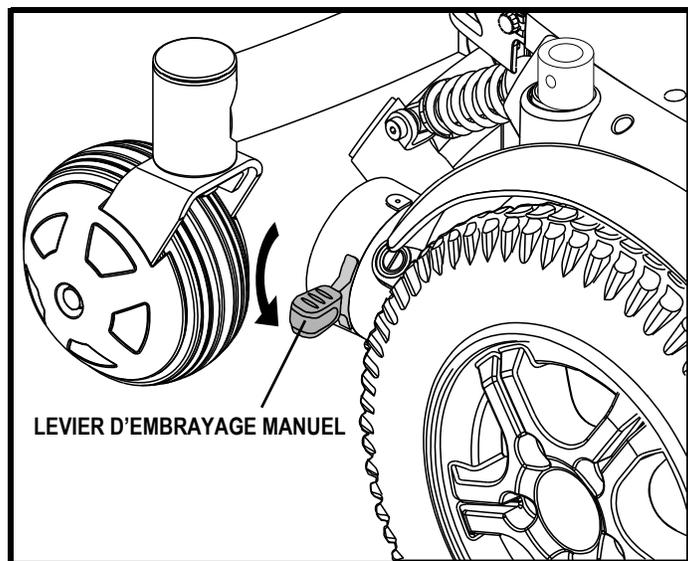

Figure 8. Mode « roues libres » (débrayé)
1. Poussez les deux leviers vers le bas pour débrayer le fauteuil et passer au neutre (moteurs désengagés). **Voir la figure 8.**